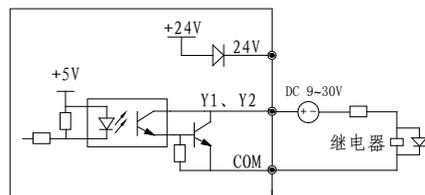

图 2-18 多功能输出端子开关量输出接线方式2
2) 多功能输出端子Y1、Y2作为开关量输出时也可使用外部电源，9~30V，接线方式请参见图2-18。